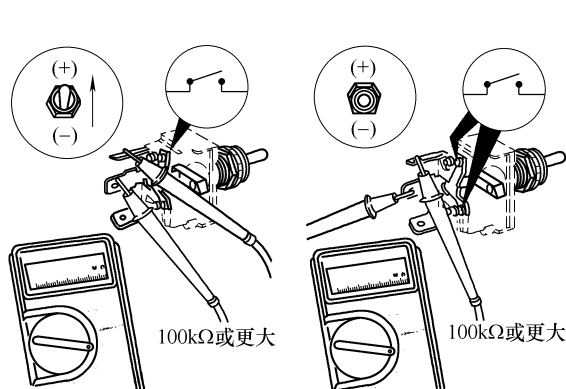

图 5-202 开关在增加 (+) 位置，
③ 将怠速调节开关保持在增加(+)位置，然后释放，万用表必须显示开路，电阻应大于 $100k\Omega$ ，如图 5-202 所示。如果电路不是开路，则说明开关存在故障，应进行维修或更换。